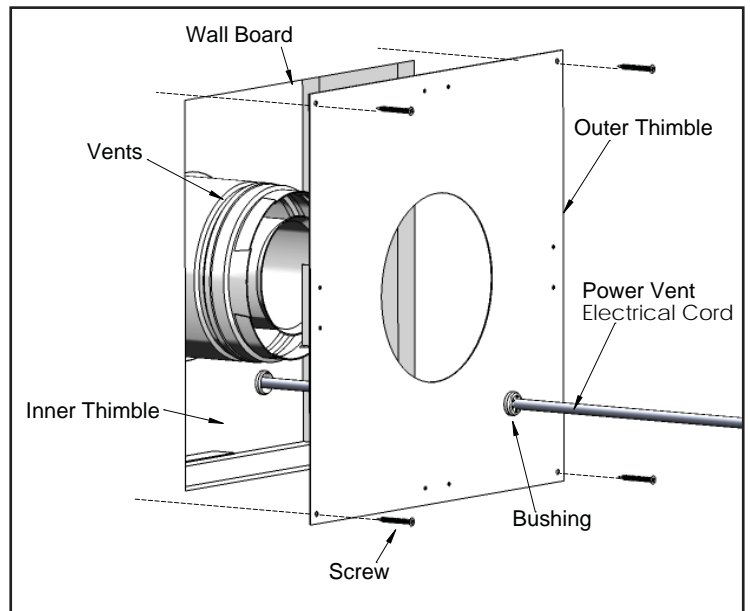

Figure 6: Installation du coupe-feu extérieur.
6. Insérez le restant du cordon pour l'évent forcé, au travers de la douille, sur le côté droit en bas du coupe-feu extérieur. Référez-vous à la figure 6.